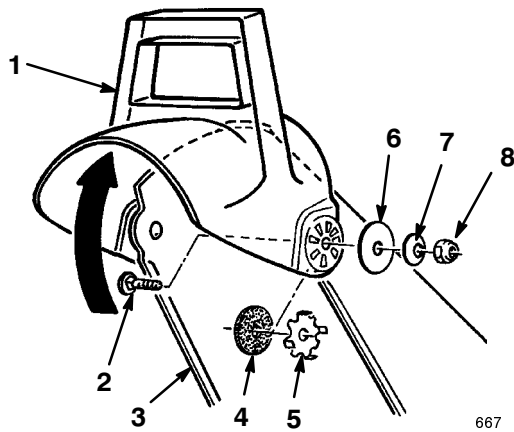

Figure 15
2. Fixez le côté gauche du déflecteur à l'éjecteur à l'aide des pièces requises comme illustré à la Figure 15.